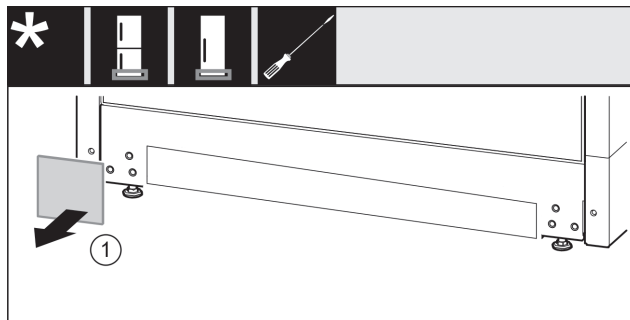

Fig. 24
- ▶ Noņemiet pārsegu. Fig. 24 (1)